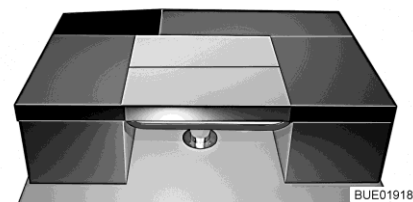

Bild 160 Efter ombyggnaden
- Lägg ryggdynan för sittbänken tvärt över bordet (se Bild 160).